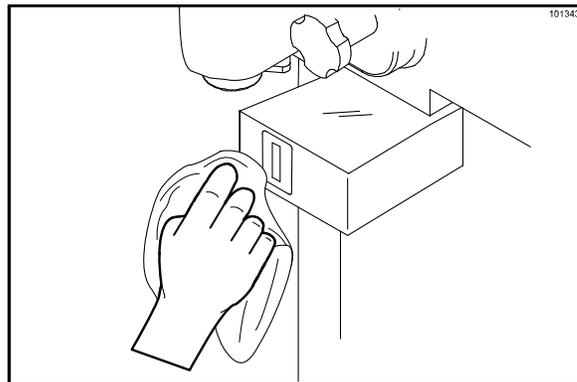

图 61
19. 用干净、消毒过的湿毛巾轻轻擦拭杯量控制传感器护罩，并擦掉所有累积的奶浆。检查传感器护罩是否有损坏，如有必要则予以更换。（见图 61。）